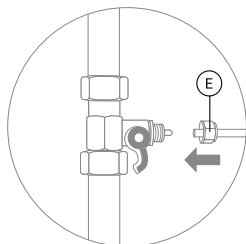
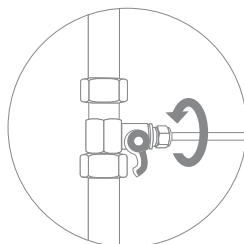

Рис. 7
Рис. 8
9. В гайку (Е) проденьте зеленую пластиковую трубку 3/8" (рис. 7). Конiec трубки наденьте на штуцер адаптер-вентили до упора и плотно накрутите гайку (рис. 8).